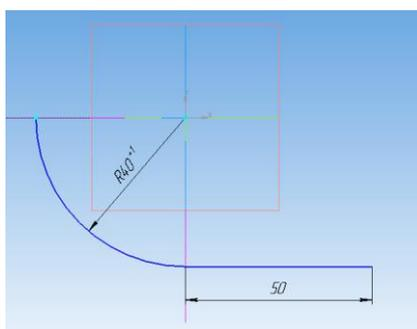
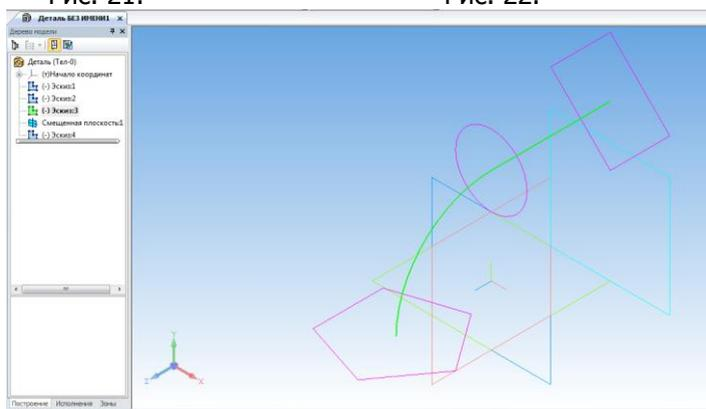

Рис. 22.
Рис. 23.
6. Отредактируйте Эскиз: 3. Для этого в объектном меню узла Эскиз: 3 надо выбрать команду Редактировать и продолжить дугу горизонтальным отрезком длиной 50 мм (рис. 22), так как осевая линия должна пересекать все эскизы-сечения (рис.23).